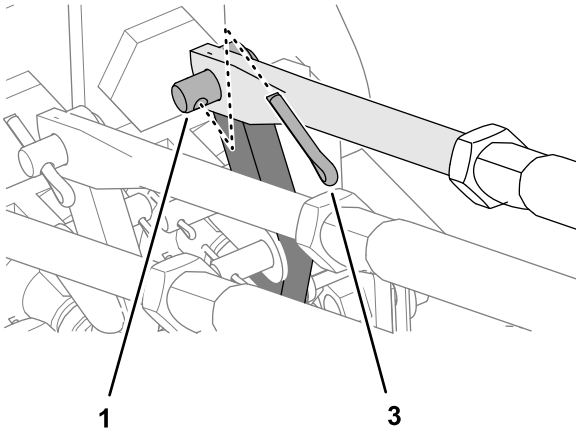

Figura 32
- En la válvula de control, sujete la varilla de acoplamiento a la palanca de control con una claveta (Figura 32).